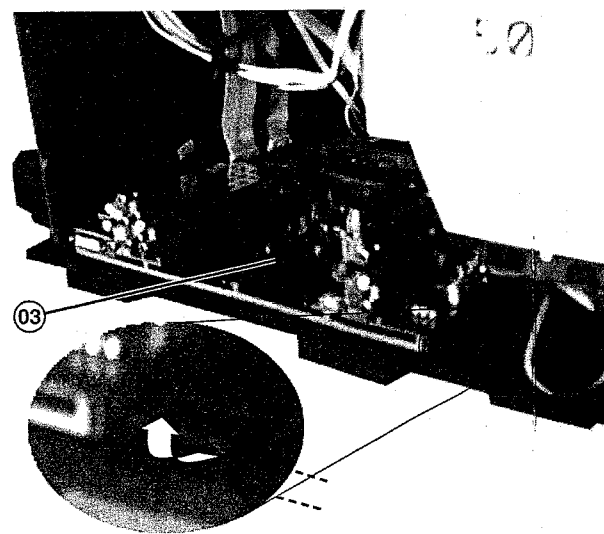

Fig. 2
- a - Platine **(03)** herausziehen und anheben (Abb. 2)
- a - Tirare **(03)** e sollevare (fig. 2)
- a - Tirar **(03)** y levantarla (fig. 2)